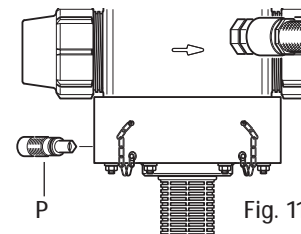

Fig. 11
- Svitare anche la vite di spurgo (Fig. 11-P), toglierla e lasciare scorrere l'acqua.